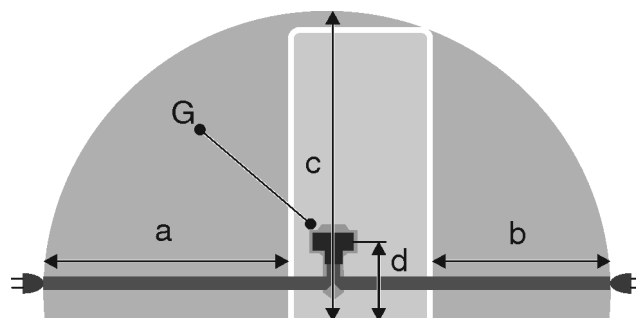

Fig. 55 Chladiace/mraziace kombinácie / mrazičky / celopriestorové zariadenia BioFresh\*
- Zásuvka sa nenachádza za zariadením, ale v oblastiach a alebo b *Fig. 55 (a, b, c)*.
- ▶ Zástrčku zariadenia *Fig. 55 (G)* zastrčte na zadnej strane zariadenia. Dbajte na správne zaklapnutie.